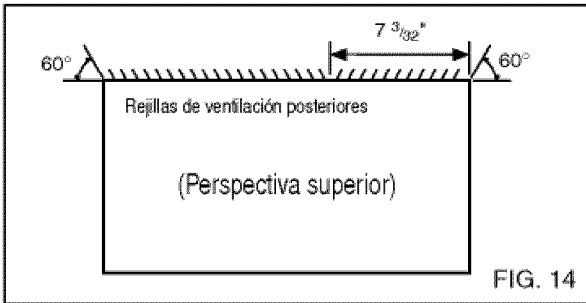

FIG. 14
- 1 Redireccione las rejillas de ventilación en la parte posterior del soporte de pared a un ángulo de 60° según muestra la FIG. 14. Recomendamos el uso de alicates.